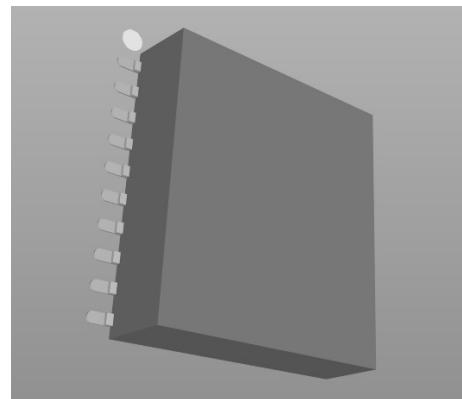

图 13-28 3D 预览
- (3) 沿着管脚中心绘制一个正方形的自动 3D 模型，放置完成之后，可以切换到 3D 模式下看看效果，如图 13-28 所示。